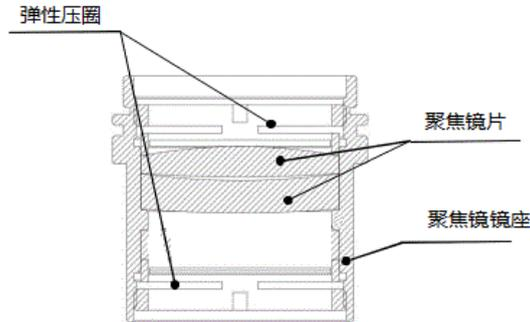

图 6.9 — 聚焦镜片安装示意图
- 按图 6.9 所示方向将聚焦镜片和弹簧压圈小心地安放到镜座内，适当用力旋紧压圈；